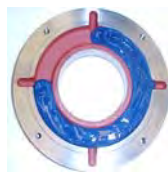

Рисунок 7.5. Внешняя крышка подшипника
- Заполните до  $\frac{3}{4}$  емкостей внутренней и внешней крышек рекомендуемой смазкой (Рисунок 7.5) и смажьте подшипник качения надлежащим образом перед сборкой.